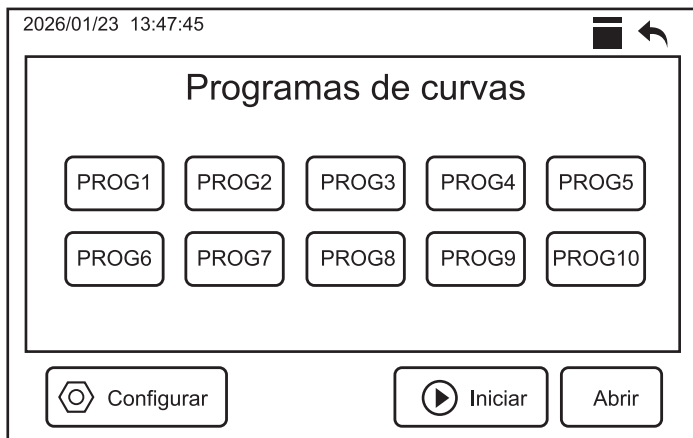
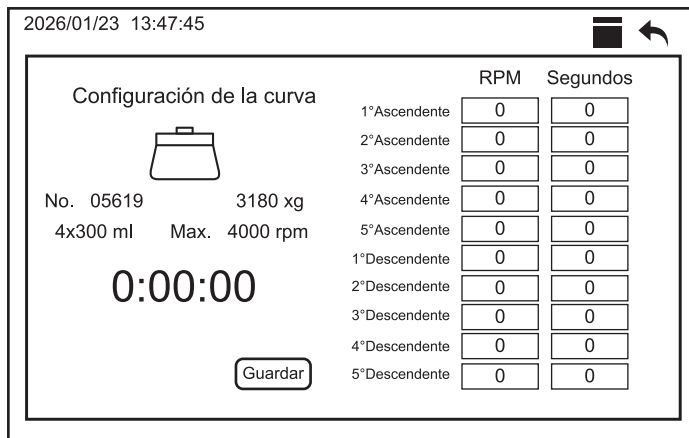

Figura 16.
Figura 17.
b) Después, pulse en el botón “**Modo curva**” para abrir las ventanas de selección de programa de curva (Figura 16) y colocar los valores requeridos (Figura 17). Presione “**Guardar**” para almacenar los valores predefinidos.